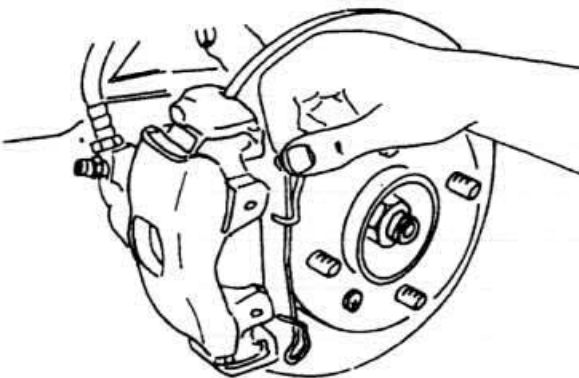

Рис. 6.1
- ◆ Снимите пружинный зацеп корпуса тормозного цилиндра (рис. 6.1).